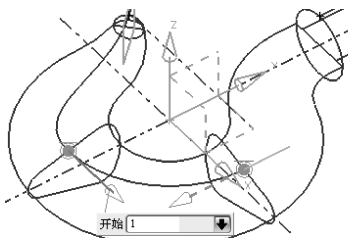
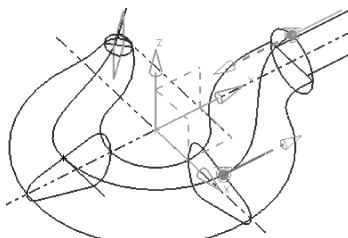

图 5-22 创建第 2 条桥接曲线
图 5-23 创建第 3 条桥接曲线
- 19 同理，再选择【桥接曲线】命令，依次创建出其余两条桥接曲线，创建的第 2 条桥接曲线如图 5-22 所示。第 3 条桥接曲线如图 5-23 所示。